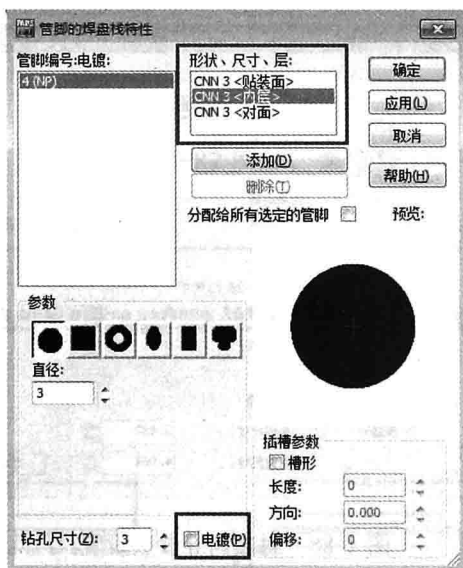

图 4-90 取消“Plated”选项
(1) 设置非金属化孔时，需取消“Plated”（镀金）选项，如图 4-90 所示。